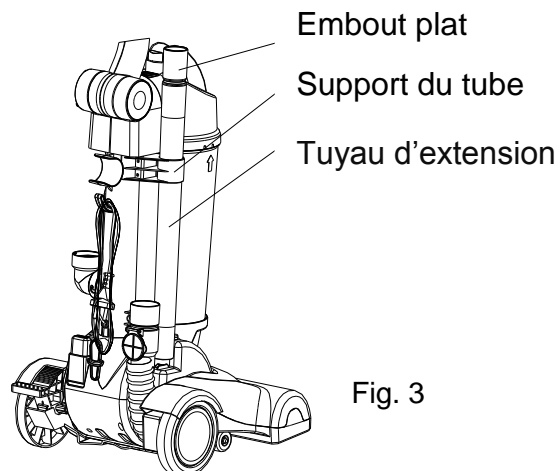

Fig. 3
- i. Insérez l'embout plat verticalement dans le tuyau d'extension et insérez-les ensemble dans le support du tube pour les fixer. (voir Fig.3).